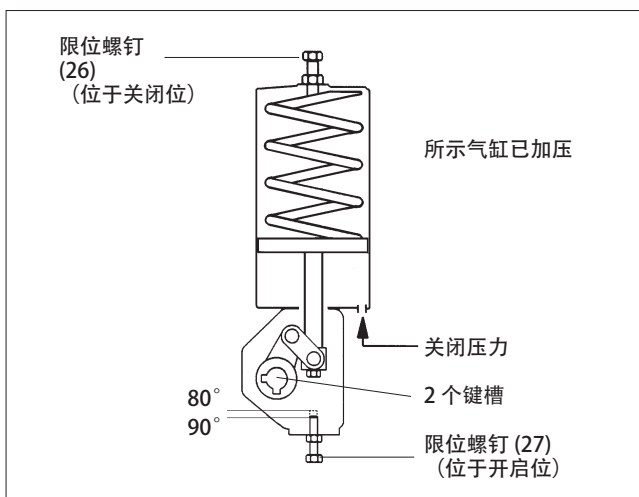

图.7 B1JA 执行机构
将执行机构安装在阀门上，活塞位于气缸的下端，阀门处于开启位，参见图 7。气缸必须未加压且气口打开。使用外壳底部的限位螺钉 (27) 调整开启位设置。当执行机构加压且活塞处于较高位置时，使用气缸底部的限位螺钉 (26) 调整关闭位设置。